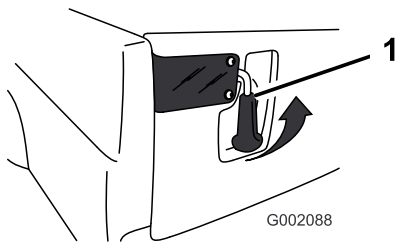

Figura 20
1. Para abrir los enganches de la compuerta, presione las palancas hacia fuera y tire hacia arriba (Figura 20). Los enganches saltarán hacia el centro de la compuerta. Baje ligeramente la compuerta.